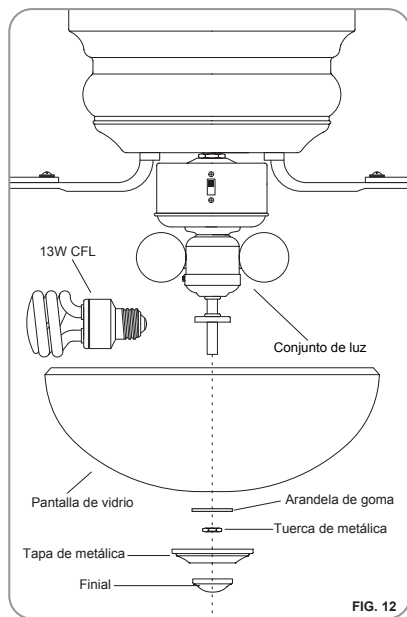

FIG. 12
Paso 1. Installe 2*13W E27 CFL (included) into socket.(Fig.12)
Paso 2. Quite la arandela de goma, la tuerca de metálica, la tapa de metálica y finial.del conjunto de luz. Coloque la pantalla de vidrio sobre el vástago de conjunto de luz, fijela con la arandela de goma, la tuerca de metálica, tapa de metálica y finial. No apriete en exceso. (Fig.12)